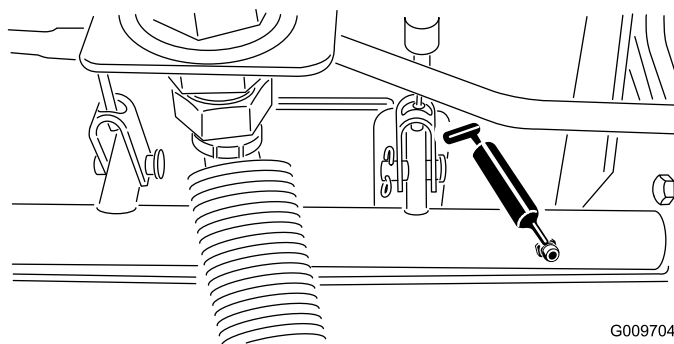

図 21
- ・ ブレーキ・シャフトのピボット・ベアリング（5ヶ所）（図 21）